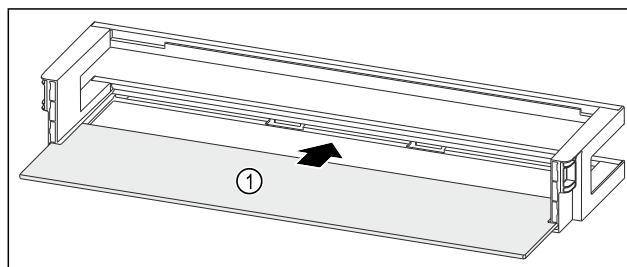

Fig. 182 Dveřní přihrádka s odkládací plochou
- ▶ Odkládací plochu Fig. 182 (1) zasuňte do bočních vybrání.